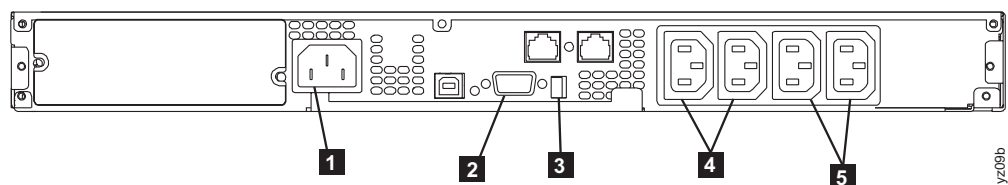

図 126. 2145 UPS-1U (背面図)
9. 2145 UPS-1U の背面で、SAN ボリューム・コントローラーの電源ケーブルをロード・セグメント 2 コンセント **5** に再接続します。図 126 を参照してください。
10. シグナル・ケーブルを通信ポート **2** に再接続します。図 126 を参照してください。
これで、2145 UPS-1U は待機モードになり、SAN ボリューム・コントローラがオフラインになるはずですが、335 ページの図 126 に示されているすべてのインディケータがオフになります。